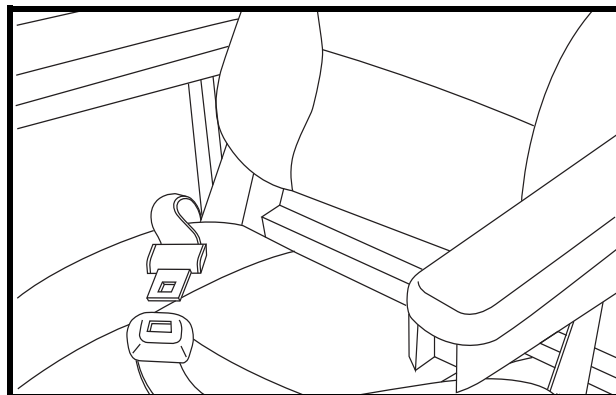

Figure 18. Ceinture de positionnement
Votre fauteuil motorisé peut être équipé d'une ceinture de positionnement réglable pour un meilleur confort. **Voir la figure 18.** La ceinture de positionnement, réglable, a été conçue pour soutenir et empêcher tout glissement vers les bas ou vers l'avant une fois assis. La ceinture de positionnement n'a pas été conçue pour être utilisée comme ceinture de sécurité.
1. Prenez place sur le siège, insérez la patte métallique d'un côté dans le boîtier de la boucle du côté opposé jusqu'à ce que le « clic » se fasse entendre. **Voir la figure 18.**